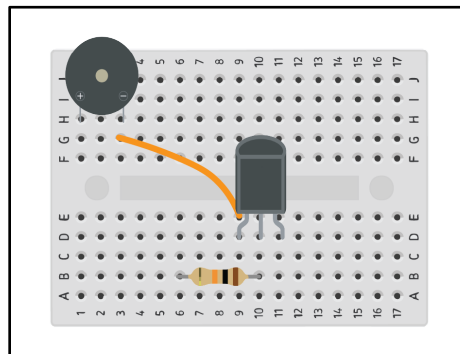

Figure 18. Emplacement du buzzer, du transistor, du fil de liaison entre le transistor et le buzzer, et de la résistance.
- a. Sur une mini-plaque, placez le buzzer, le transistor, la résistance de 10 $k\Omega$ et le fil de connexion comme indiqué sur le schéma de **Fig. 18**.